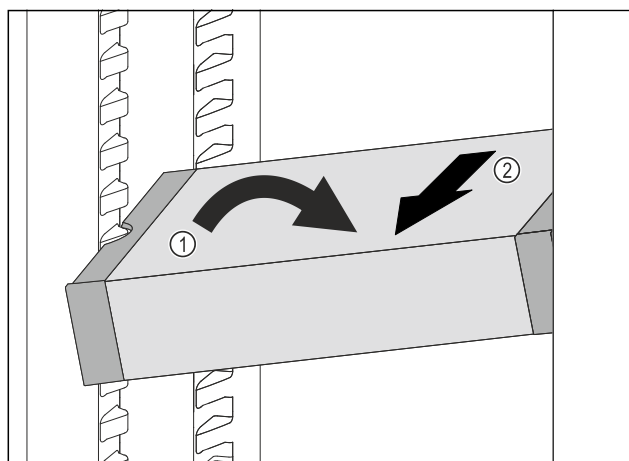

Fig. 113
- 在冷藏区中倾斜 VarioSafe。Fig. 113 (1)
- 向前取出 VarioSafe。Fig. 113 (2)